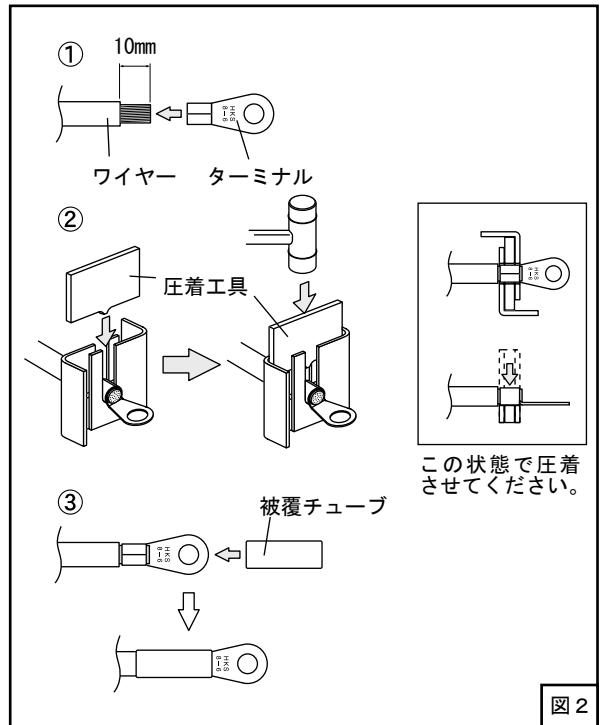

図 2
- (4) 切断したワイヤーに図2を参照してターミナルを取付けてください。
- ① ワイヤー先端の被覆を10mm剥がして、ターミナルを挿入します。
- ② 圧着工具にワイヤーとターミナルをセットして、上からハンマーで3～4回叩き、ターミナルを確実に圧着してください。その際に、ターミナルの圧着部は圧着工具の中央部にセットしてください。確実に圧着できないおそれがあります。
- ③ ターミナルの圧着部に被覆チューブをかぶせてください。